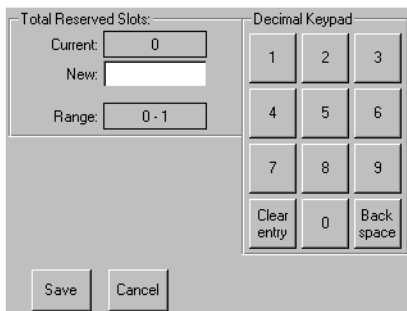

Figure 3-7. Clavier numérique des bacs réservés
3. Appuyez sur la case en regard de l'option Total Reserved Slots. Un clavier numérique s'affiche (voir figure 3-7).